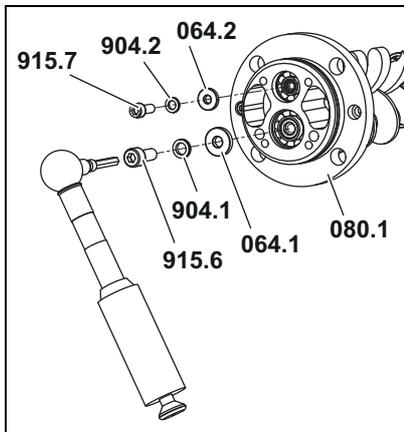

Fig. 9
3. Desatornille el tornillo de cabeza cilíndrica **915.6** con la arandela de fijación cuneiforme **904.1** y el anillo de soporte **064.1** del husillo de medición grande **672.1**, véase Fig. 9, página 31.
4. Desatornille el tornillo de cabeza cilíndrica **915.7** con la arandela de fijación cuneiforme **904.2** y el anillo de soporte **064.2** del husillo de medición pequeño **672.2**, véase Fig. 9, página 31.